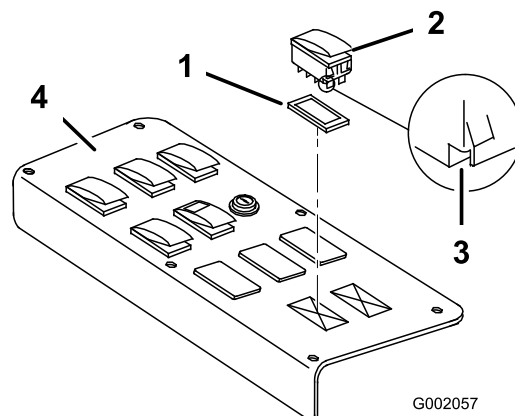
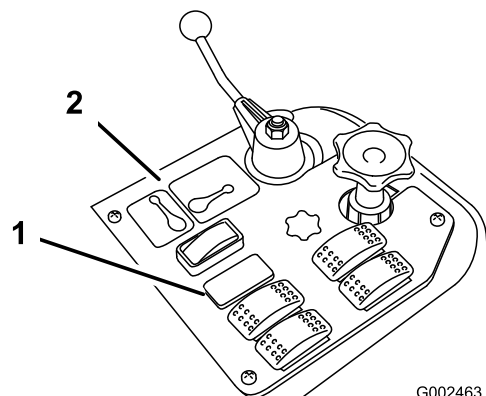

Figura 14
Figura 15
1. Rimuovete il quadro di comando per irrorazione per accedere alla parte sottostante (Figura 14 per la serie 1250 e Figura 15 per la serie 1200).
2. Rimuovete il tappo dell'alloggiamento dell'interruttore Sonic Boom dal quadro di comando per irrorazione sul veicolo e, al suo posto, montate l'interruttore a bilanciere fornito (Figura 14 per la serie 1250 e Figura 15 per la serie 1200).
Nota: Accertatevi che l'orientamento dell'interruttore corrisponda a quello illustrato in Figura 14, con la tacca rivolta verso la parte posteriore del veicolo.